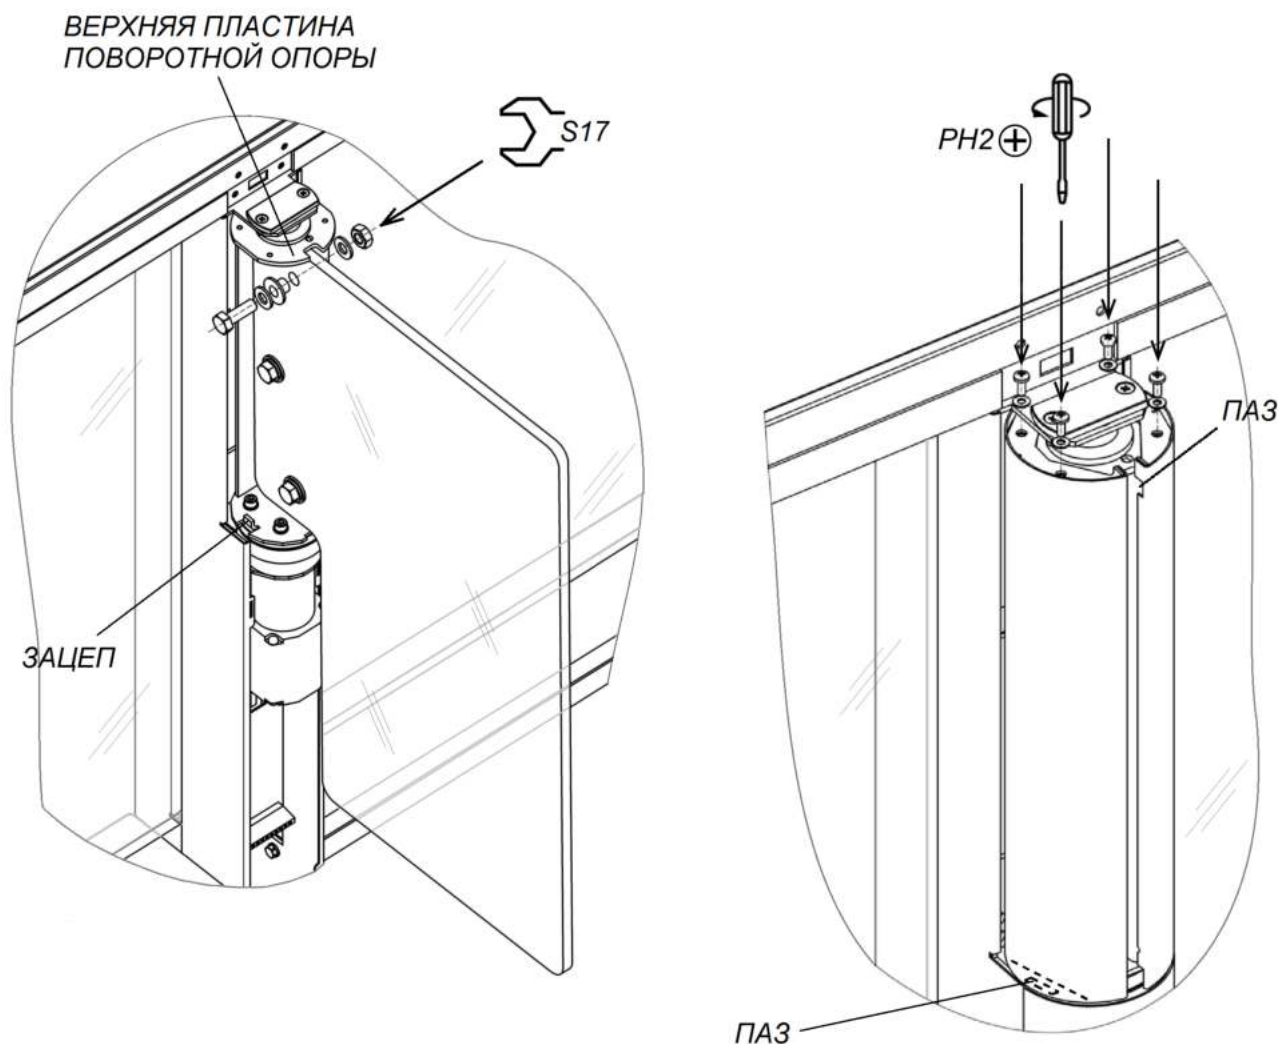
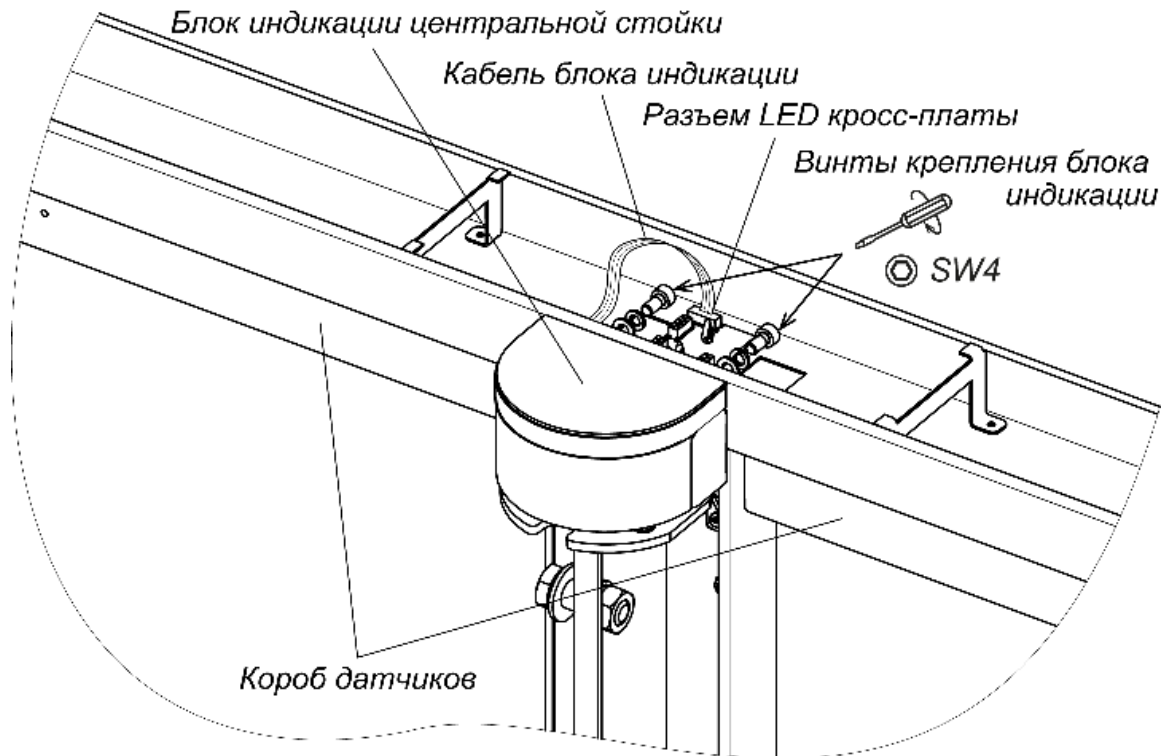
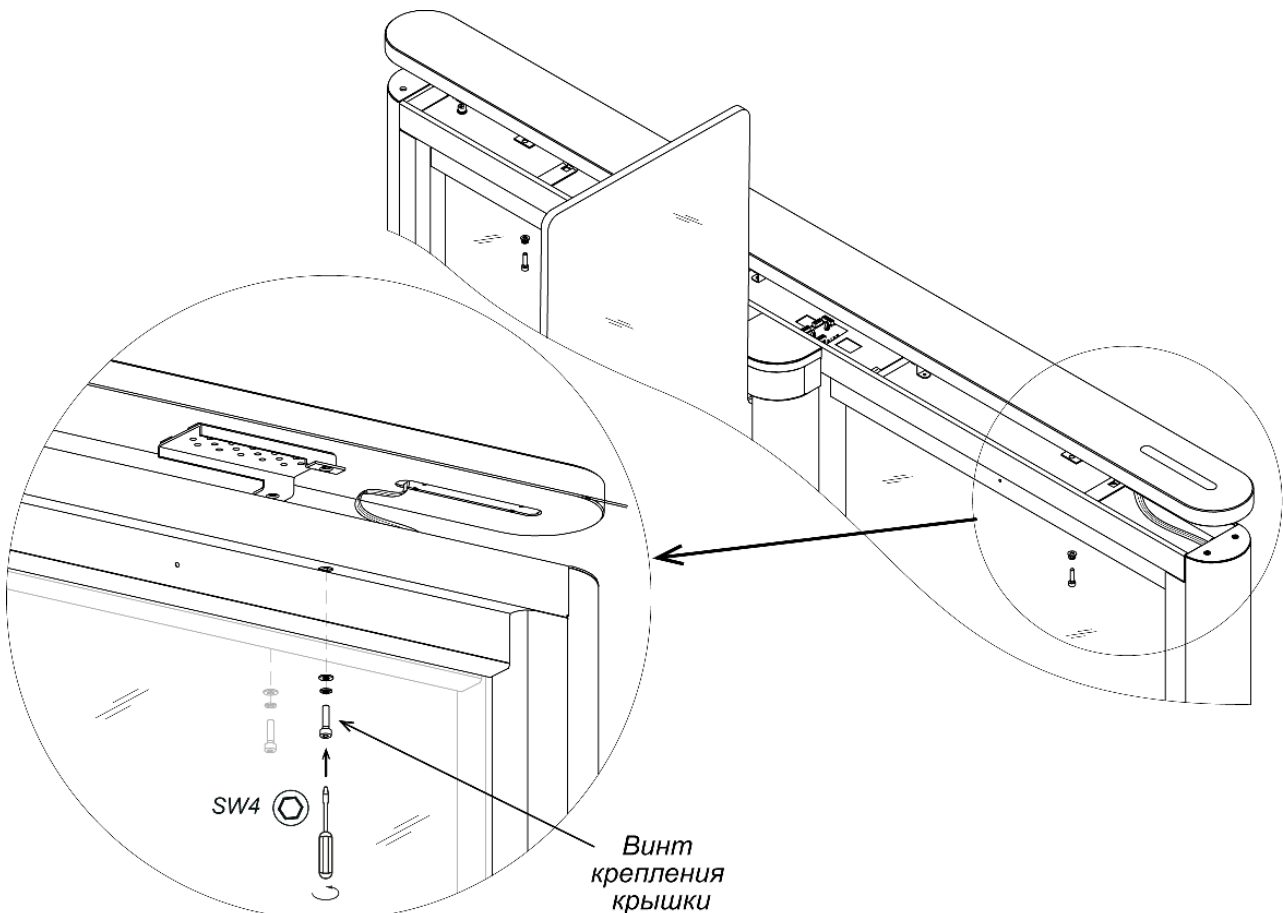

Рисунок 21. Створка и кожух створки
Рисунок 22. Монтаж блока индикации центральной стойки
Рисунок 23. Монтаж верхней крышки турникета
22. Распакуйте стеклянные створки (4) и произведите их монтаж (рис. 21, разд. 8.9.3).
23. Установите кожухи створок (3) из комплекта принадлежностей (рис. 21, разд. 8.9.4).
24. Установите на свои места передние панели боковых стоек (10) (разд. 8.9.2). После установки проверьте, чтобы верхний край панелей находился на одном уровне с корпусом секции.
25. Установите блоки индикации центральных стоек (5) (см. рис. 22, разд. 8.9.5) (взять в комплекте принадлежностей).
Снятие или установку створки (4) производите вдвоем. Створка к поворотной опоре крепится в трех местах при помощи болтов M10×30, шайб 10, втулок пластиковых и гаек M10 (см. рис. 21). Используйте рожковые ключи S17.
2. Смонтируйте одну из частей кожуха на поворотную опору створки. Для этого оденьте кожух на верхнюю пластину поворотной опоры через пазы в верхней части кожуха, после чего сдвиньте кожух вниз до конца, введя нижний паз кожуха в зацеп, расположенный в нижней части поворотной опоры (см. рис. 21).
Для установки блока индикации центральной стойки (5) (см. рис. 22):
- Установите блок индикации на площадку, расположенную над поворотной опорой створки, и при помощи шестигранного ключа SW4 зафиксируйте его на верхнем коробе стойки (7), используя два винта M5×10 с плоскими и пружинными шайбами из комплекта поставки.
Снятие блока индикации центральной стойки производится в обратном порядке. Перед этим необходимо демонтировать с секции турникета верхнюю крышку секции (6) (см. разд. 8.9.6, рис. 23).
Порядок монтажа верхних крышек секций (рис. 23):